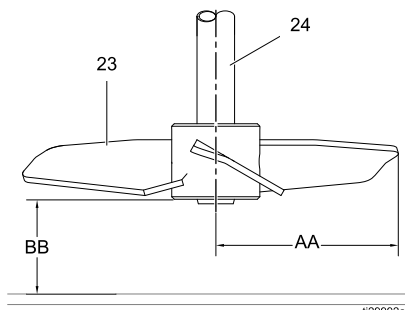

Figure 3 Rotor installeren
**OPMERKING:** Oogbouten (26) worden los verzonden om te worden bevestigd voor het optillen van het roerwerk. Zie de bevestigingslocatie (Onderdelen, page 15).
- a. Voor flensmontage: Zie Modellen 25C454 en 25C463, page 15 voor het identificeren van de onderdelen. Plaats de pakking (20) en de lagerbehuizing/flensconstructie (A) op het deksel van de tank. Plaats de sluitringen, bevestigingsbouten en moeren (niet meegeleverd). Draai die stevig aan.
- b. Voor flensmontage met snelklem: Zie Modellen 25C453, 25C575, 25C464, 25C576, page 17 voor het identificeren van de onderdelen. Plaats de lagerbehuizing/flensconstructie (A) bovenop de pakking met snelklem (niet meegeleverd) en de bestaande flens met snelklem op de tank. Bevestig deze met een klem (niet meegeleverd) en draai stevig vast.
- c. Voor de druktank: Zie Modellen 25C462, 25C470, 25C471, 25C465, 25C472, 25C473, page 19 voor het identificeren van de onderdelen. Plaats de pakking (21) en de lagerbehuizing/flensconstructie (A) op het deksel van de druktank. Bevestig en zet vast met een borgring (32) en moer (22). Draai stevig vast om te voorkomen dat de constructie gaat draaien.
2. Plaats de borgring (6) in de uitsparing in de roerwerkas (24).
4. Schuif de rotor (23) (zie Afbeelding 3) op de as (24) zodat het mesblad, van bovenaf gezien, rechtsdraaiend het materiaal naar beneden verplaatst. Om de rotor te plaatsen, kan de as in de lagerbehuizing omhoog en omlaag worden bewogen.
5. Plaats de rotor op de juiste wijze op de as: De afstand vanaf de bodem van de tank naar het laagste mesblad van de rotor (BB) dient een half tot anderhalf maal de diameter van het mesblad van de rotor te bedragen (de diameter van het mesblad wordt bepaald door de afstand te meten van de rotorpunt naar het midden van de as (AA) en dit te vermenigvuldigen met twee).